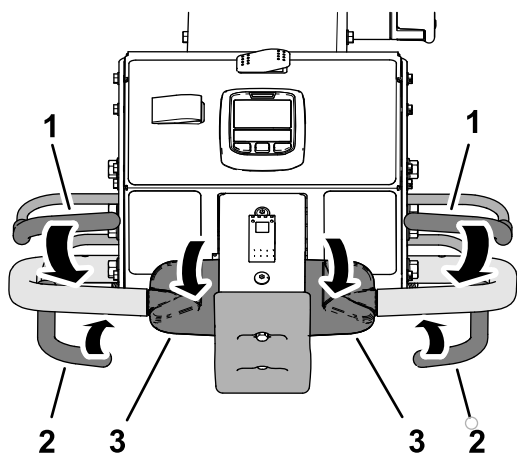

図 37
2. どちらかのアペレータバイルをハンドルバーと共に握り込み、走行コントロールの上部を前方に回転させ、エアレーションバイルを握り込む **図 37**。